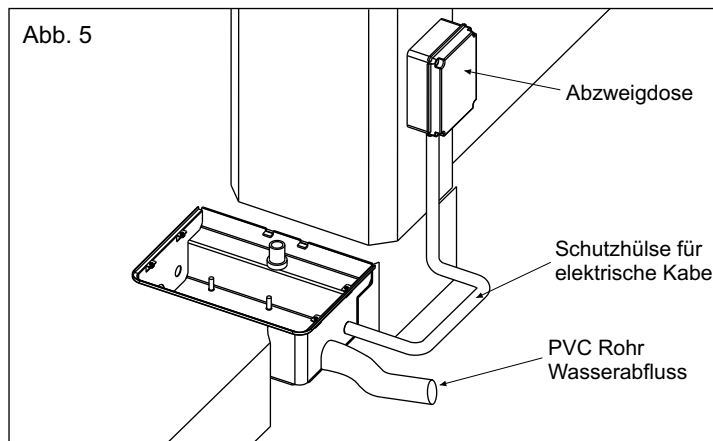

Abb. 5
- ein PVC Wasserabflussrohr mit mindestens 40mm Durchmesser, in die dafür vorgesehene Öffnung im Gehäuse (vor dessen Einbetonierung) einführen (Abb. 5) und **an die Kanalisation anschliessen;**
- Eine Schutzhülse für die elektrischen Kabel mit 20 mm Mindestdurchmesser vorsehen und in die Nähe der Abzweigdose bringen (Abb. 5).